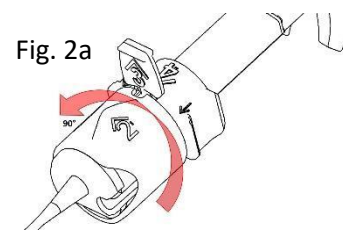

Fig. 2a
6. Drehen Sie den transparenten Drehring gegen den Uhrzeigersinn um 90° wie beschrieben (siehe flacher Pfeil "2" in Fig. 2a) bis er hörbar einrastet.